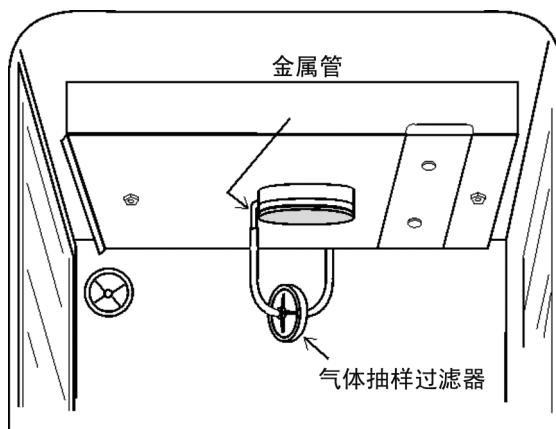

图 5-2. 与金属管的连接
2. 将过滤器的另一端连接到 HEPA 过滤器适配器的金属管上（图 5-2）。